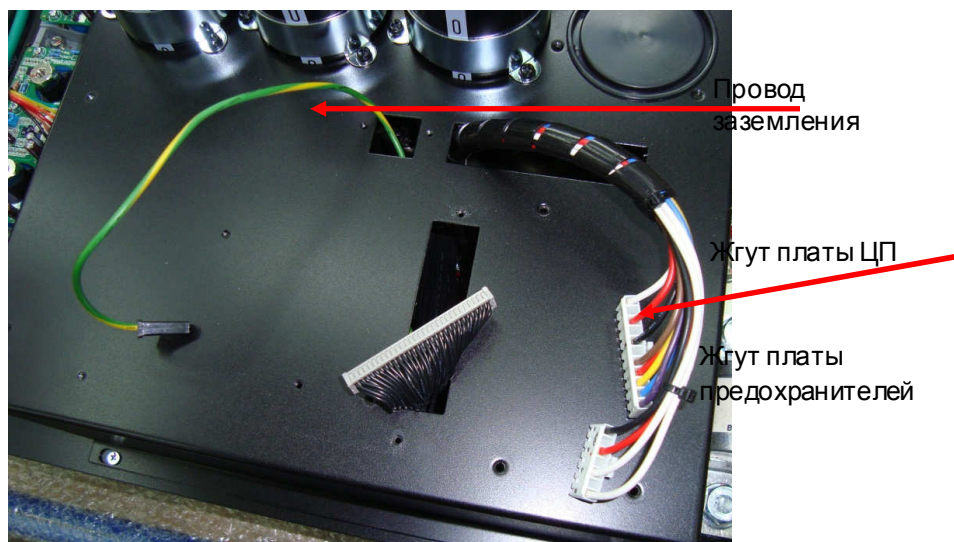

Рис. 7.19.
7.11.3.3. Вытащить через прорези в корпусе блока конденсаторов жгут платы ЦП, жгут платы предохранителей и провод заземления (рис. 7.19).